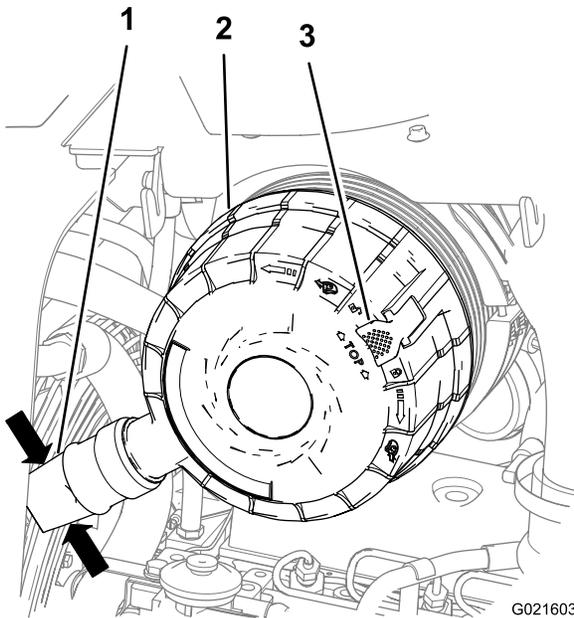

Bild 116
3. Drücken Sie die Seiten des Staubventils auf der Luftfilterabdeckung zusammen, um Wasser-, Staub- oder Schmutzansammlungen aus dem Ventil zu entfernen (Bild 116).
5. Ziehen Sie den Riegel für die Luftfilterabdeckung nach außen (Bild 116).